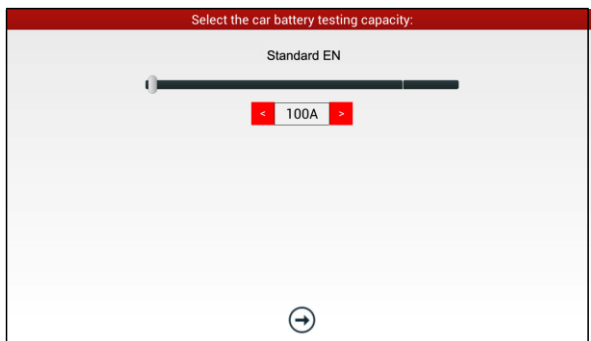

Рис. 7-16
6. Выберите стандарт тестирования, кроме JIS и нажмите . Появится окно как на рис. 7-16. Можно установить размер емкости АКБ нажатием кнопок или с помощью бегунка на шкале.